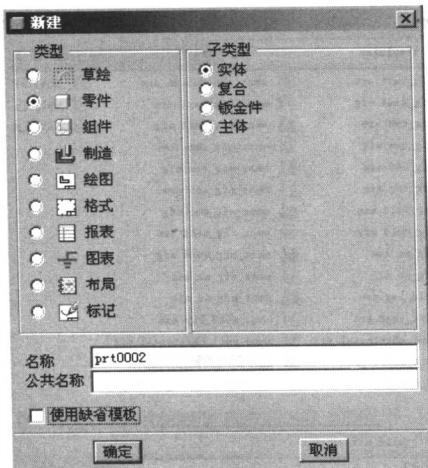

图 0.8 【新建】对话框
(1) 执行【文件】|【新建】命令，打开【新建】对话框，取消【使用缺省模板】复选框的选择，如图 0.8 所示。